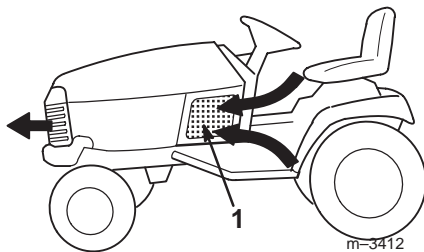

Bild 8
2. Kontrollieren Sie auf Schmutz an den Luftansauggittern (Bild 8).